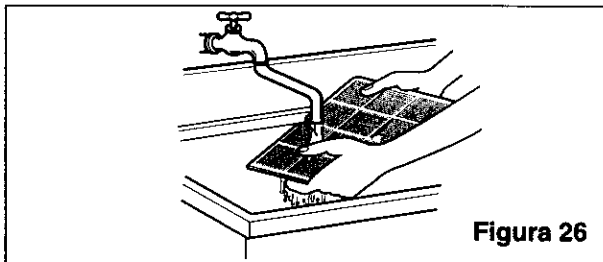

Figura 26
- Lave el filtro del aire en agua tibia a. Asegúrese de eliminar toda el agua sacudiendo el filtro antes de volver a ponerlo en su posición. (Figura 26)